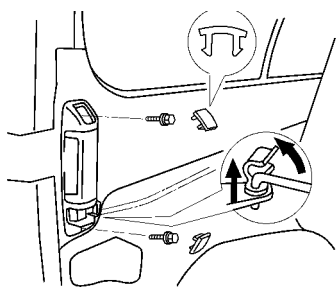

图 17-52 拆下门内把手
(2) 拆下门内把手。用胶带包起螺钉旋具头部拆下罩盖、两个螺钉和门内把手, 然后脱开门控制杆, 如图 17-52 所示。